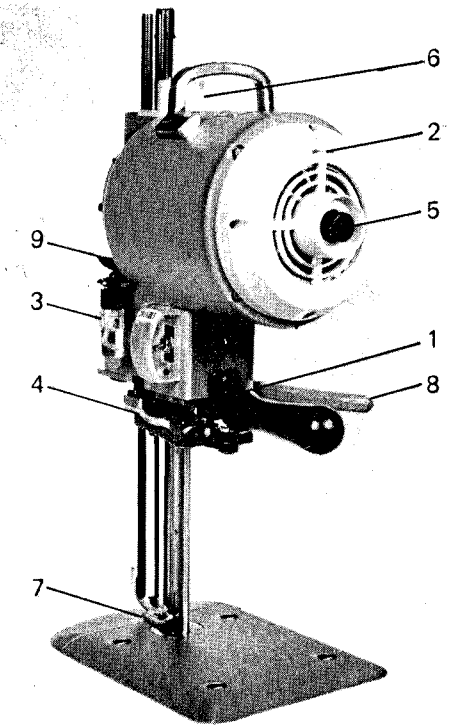

Fig. 1
Para variar esta tension de 380 V. a 220 V. o viceversa deberá retirarse la manopla 1 fig.1, para poder efectuar una correcta conexión a los contactos del motor, como va indicada en la placa del esquema de conexión colocada en la tapa y como va indicada aqui abajo.
ATENCIÓN: Después de haber efectuado una correcta conexión eléctrica antes de emplear la cortadora, se debe verificar que el sentido de rotación corresponda al indicador por la flecha n.2 en fig.1. Un eventual cambio del sentido de rotación, para todos los tipos de motores trifasicos, podrá ser efectuada invirtiendo solamente dos de cualquiera de las polaridades.
- Fill the oil tank 3 in fig. 1
- Make sure that the sharpener 4 in fig. 1 is locked at the uppermost point of the stroke
- Turn button 5 in fig. 1 by hand in the direction shown by arrow 2 in fig.1 to insure that the blade rotates freely.
- 1) Pull out the electrical plug from the socket 6 in fig.1
- 2) Make sure that the presser foot 7 in fig. 1 is completely lowered. If it is not then use lever 8 in fig.1 to lower the presser foot.
- Den Behälter 3 Fig.1 mit Öl auffüllen.
- Überprüfen dass der Messerschleifer 4 Fig.1 im oberem Totpunkt seines Laufes blockiert ist.
- Von Hand den Knopf 5 Fig.1 in Pfeilrichtung 2 Fig.1 drehen, um sich zu überzeugen, dass die Klinge sich widerstandslos bewegt.
- 1) Den elektrischen Verbindungsstecker aus der Dose 6 Fig.1 herausziehen
- 2) Sich überzeugen, dass der Stoffdrückerfuss 7 Fig.1 vollkommen unten ist.Sollte dies nicht sein, auf Hebel 8 Fig.1 einwirken,um den Drückerfuss ganz nach unten herabzulassen.
- Llenado de aceite en el tanque 3 fig. 1
- Verificar que el afilador 4 fig. 1, se encuentre bloqueado en el punto muerto superior de su recorrido.
- Rotar a mano el boton 5 fig.1 en el sentido indicado por la flecha 2 fig.1 para asegurarse que la cuchilla se mueva libremente.
- 1) Retirar el enchufe 6 fig.1 de la conección electrica.
- 2) Asegurarse que el pie prensatela 7 fig. 1 este completamente abajo. En caso contrario proceder sobre la palanca 8 fig.1 para hacer descender el pie presentela.
- Press lever 8 in fig.1 and lift the presser foot up
- Bring the blade to its lowermost position by turning button 5 of fig. 1
- Check that the blade moves freely by rotating button 5 in fig. 1 by hand
- Auf Hebel 8 Fig.1 einwirken und den Stoffdrückerfuss in seinen oberen Totpunkt bringen
- Die Klinge in ihren untersten Totpunkt bringen, indem der Knopf 5 Fig.1 von Hand rotiert wird
- Durch Drehen von Hand des Knopfes 5 Fig.1 überprüfen, dass die Klinge sich widerstandslos bewegt.
- Proceder sobre la palanca 8 fig.1 y colocar en la posicion mas alta el pie prensatela.
- Llevar la cuchilla al punto muerto inferior girando a mano el boton 5 fig.1
- Verificar, rotando a mano el boton 5 fig.1 que la cuchilla se mueva libremente.